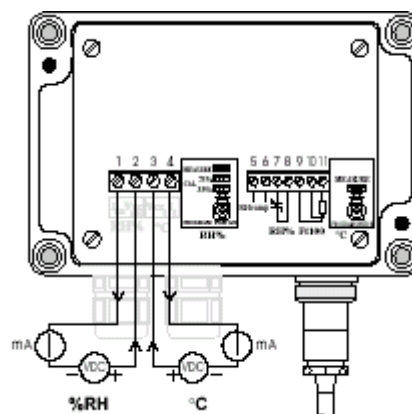

Fig. 4 Esquema de conexión para calibración del HD 2008T
y fig. 4 (HD 2008T...);
- Conectar la sección temperatura del HD 2008T... como se muestra en la fig. 4, programar el calibrador Pt100 con la temperatura correspondiente a 4 mA. Por ejemplo, suponiendo que se quiere introducir el rango -10...+120°C, se programa el calibrador a -10°C; el valor de resistencia equivalente será 96.09 Ω ; si la calibración se realiza con una resistencia fija, entre los terminales 10 y 11, con los terminales 9 y 10 en cortocircuito, se conectará una resistencia fija de valor equivalente a 96.09 Ω .